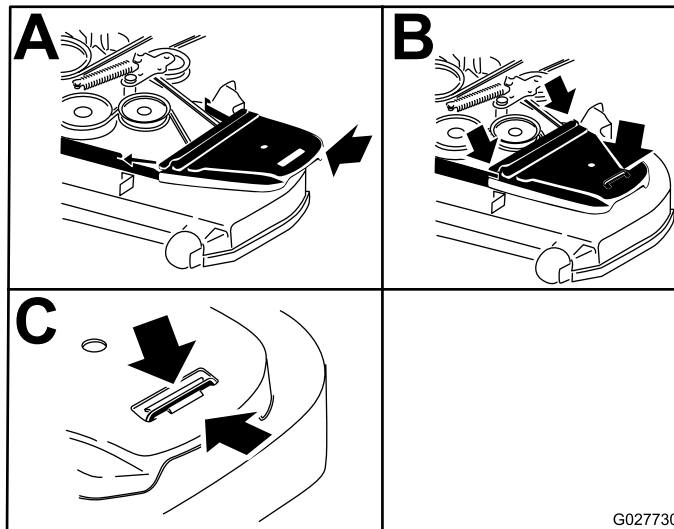

Figure 77
- Posez les couvercles de courroie (Figure 77).